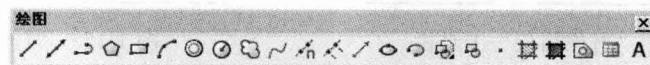

图1-20 显示新的命令按钮
(3) 单击“确定”按钮，关闭“自定义用户界面”对话框，完成命令按钮的显示，如图1-20所示。